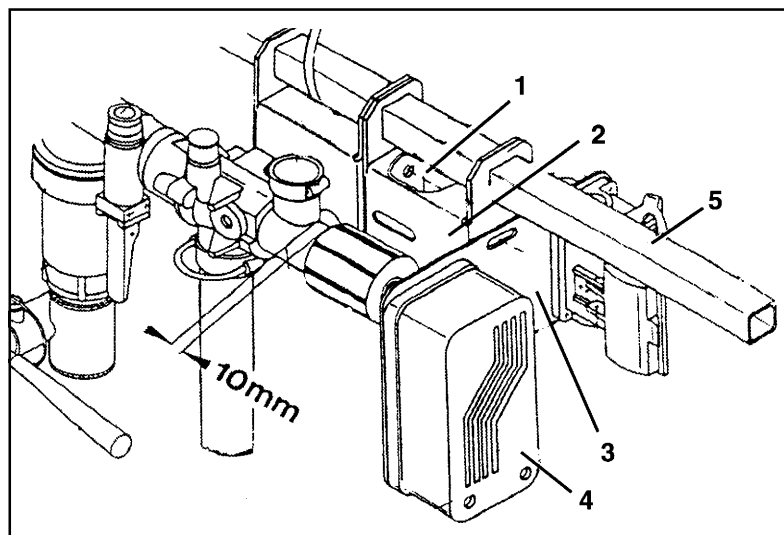

Fig. 8.6
- Fjernes bolten (Fig. 8.6/ 1) fra regulatorbeslaget (Fig. 8.6/ 2).
- Regulatorbeslaget forskubbes til højre med flangepladen (Fig. 8.6/ 3) til elektromotoren (Fig. 8.6/ 4) på profilrøret (Fig. 8.6/ 5), indtil elektromotoren og doseringsspindlen til doseringsautomatikken ikke er forbundet med hinanden mere.